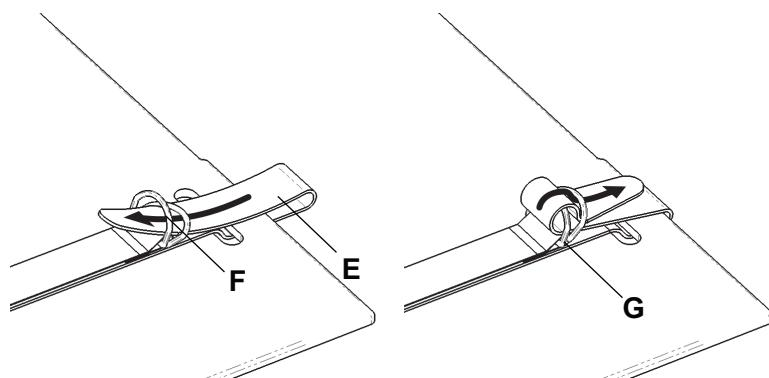
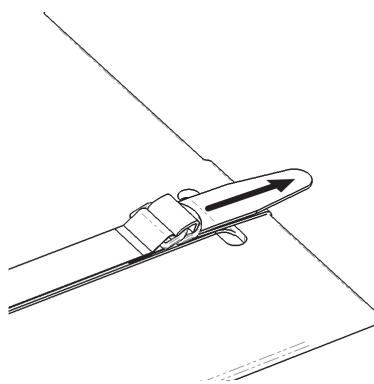

Figura 2 – correia de fixação
Figura 3 – Puxe a correia de fixação
- Coloque a correia de fixação (E) através dos anéis em D (F), (Figura 2).
- Aperte a correia de fixação entre os anéis em D (G) (Figura 2). Puxe a tira de fixação até estar segura (Figura 3).